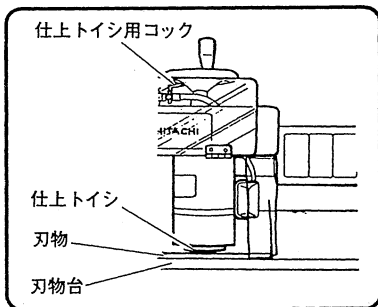

図 19
- (6) 研磨が終わったら、仕上トイシ用コック（図19参照）を締め仕上トイシ用スイッチを切ってください。